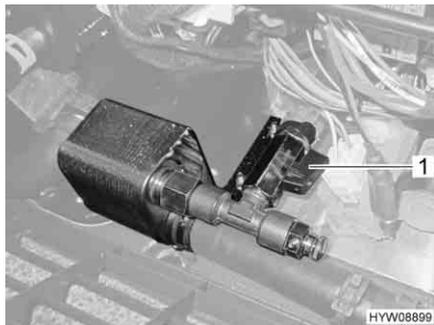

Fig. 151 Scambiatore di calore (Alde)
**Accensione:** ■ Posizionare la maniglia (Fig. 151,1) del rubinetto di chiusura parallelamente alla tubazione.
**Spegnimento:** ■ Posizionare la maniglia (Fig. 151,1) del rubinetto di chiusura verticalmente rispetto alla tubazione.